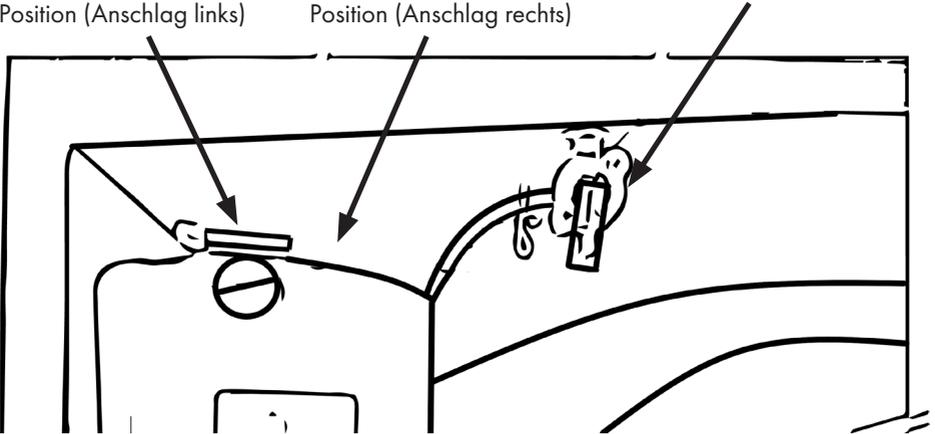

Abbildung 19
- Öffnen Sie den Kraftstoffhahn. Siehe auch Abb. 19. (Griff am Hahn zeigt nach unten)